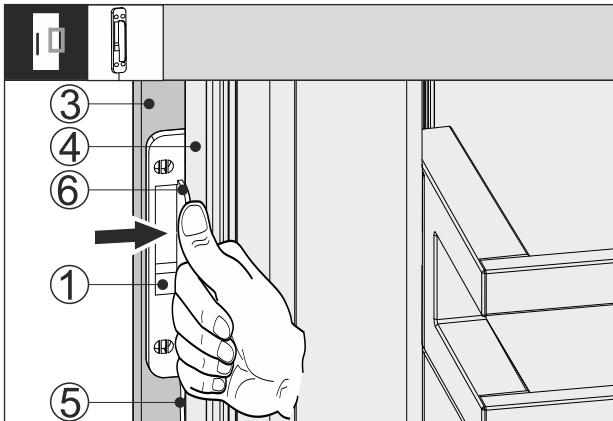

Fig. 66
- ▶ Lükake koputussensor Fig. 66 (1) mööblifrondi Fig. 66 (3) ja seadmeukse Fig. 66 (4) vahel sisse nii, et kaabel Fig. 66 (5) on kergelt pingutatud. Koputussensori piiraja Fig. 66 (6) toetub vastu seadmeust Fig. 66 (4).
- ▶ Pressige koputussensor Fig. 66 (1) vastu mööblifrondi Fig. 66 (3).
- ▷ Koputussensor Fig. 66 (1) on külge kleebitud. Koputussensori külgekleepimine optimeerib koputussignaali ülekandmist.
- Koputussensori Fig. 66 (1) püsiv fikseerimine pikendab eluiga.
- ▶ Kruvige koputussensor Fig. 66 (1) kaasapandud kruvidega mööblifrondi Fig. 66 (3) külge.